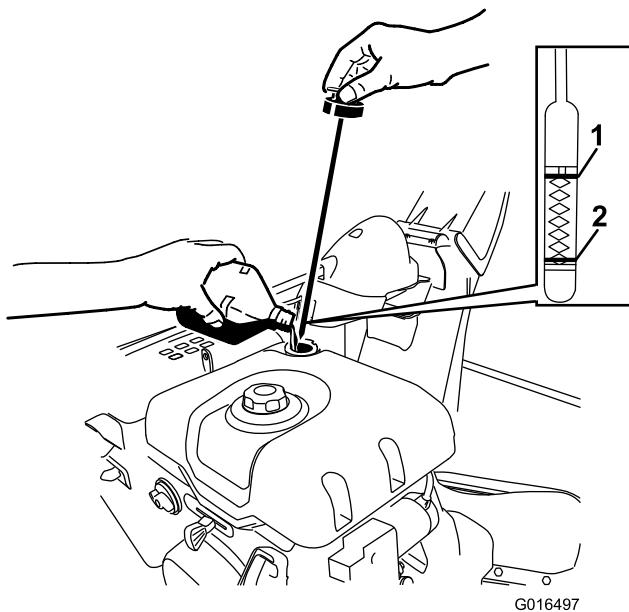

Рисунок 19
- Выньте шуп для измерения уровня, повернув крышку против часовой стрелки, и **медленно** залейте масло в заправочную горловину так, чтобы уровень масла соответствовал метке Full (Полный) на шупе. **Не допускайте переполнения картера.** (Рисунок 19).